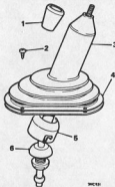

Abb. F.10
2. Stift herantreiben welcher die Verlängerungsstange und Schaltstange an Achsantriebgehäuse sichert, (Abb. F.10).